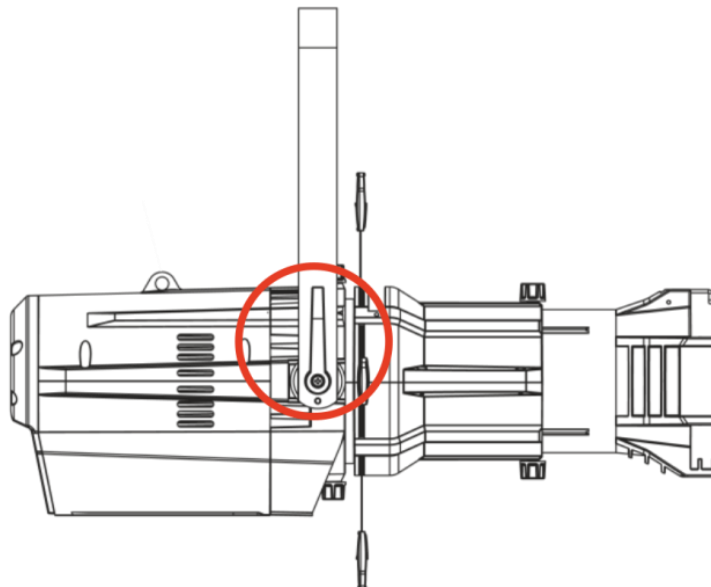

Fig. 11
- 02) Inclinare il faro fino alla posizione desiderata (Fig. 11).